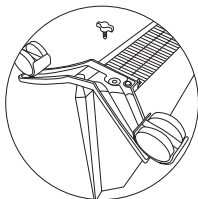

Рис. 6
- приложить планку опорной шасси к месту крепления на конвекторе так, чтобы выпуклая часть планки прилегала плотно к корпусу конвектора и находилась ближе к его задней стенке, винтовое отверстие должно совпадать (рис. 6);